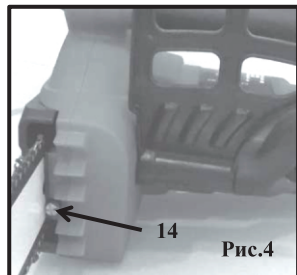

Рис.4
- Чтобы увеличить натяжение цепи, возьмите за носок пильной шины и поверните регулировочный винт (14) Рис.4 по часовой стрелке. Поворот винта против часовой стрелки позволит вам ослабить натяжение. Убедитесь, что цепь плотно прилегает к пильной шине.
- Вручную ослабьте гайку на крышке. Ослабьте натяжение цепи, плавно поворачивая регулировочный винт (14) Рис.4 против часовой стрелки.